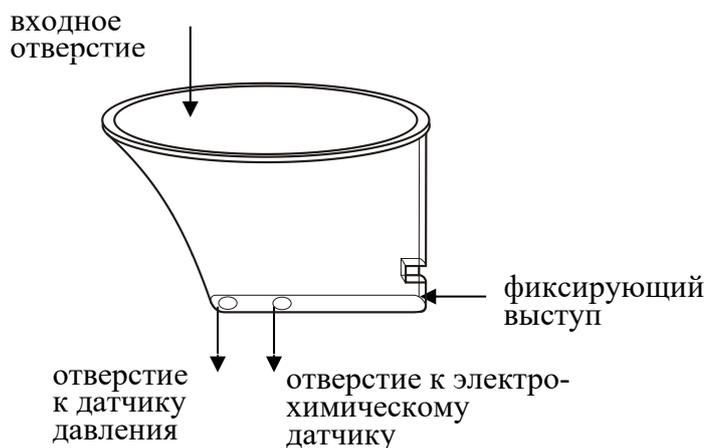

Рисунок 5 – Мундштук-воронка
1.4.19 Многоразовый мундштук-воронка (рисунок 5) формирует поток выдыхаемого воздуха для отбора пробы в режиме скрининга.